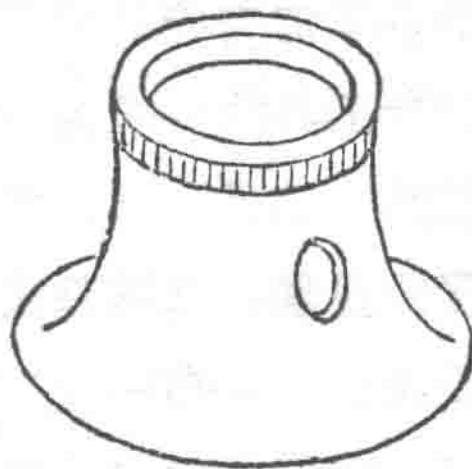

图 1-3 放大镜
**放大镜 (图 1-3):** 根据每个人视力的不同，选择放大镜的倍数也略有不同，一般人可以选用一个三倍的放大镜。戴上放大镜，眼睛和零件之间的距离保持 20 厘米左右，这个放大镜就比较合适了。